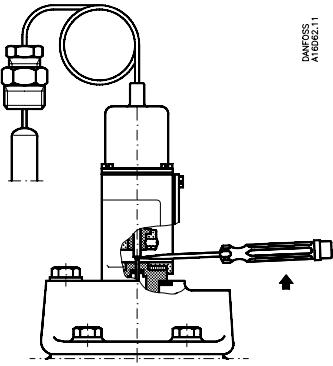

Fig. 4
Snavspartikler kan man forsøge at fjerne som vist på fig. 4. Stik en skruetrækker ind mellem pilotkeglens spindel (8) og trykstangen (4). Når skruetrækkeren vippes, presses pilotkeglen nedad, og ventilen åbner for fuld kølevands-gennemstrømning gennem ventilen.
Undersøg om O-ringene trænger til at skiftes ud. Efter monteringen eller efter et eftersyn skal vandventilen skyldes kraftigt igennem i nogle minutter for at fjerne evt. snavs fra rørledninger m.v. Se fig. 4.